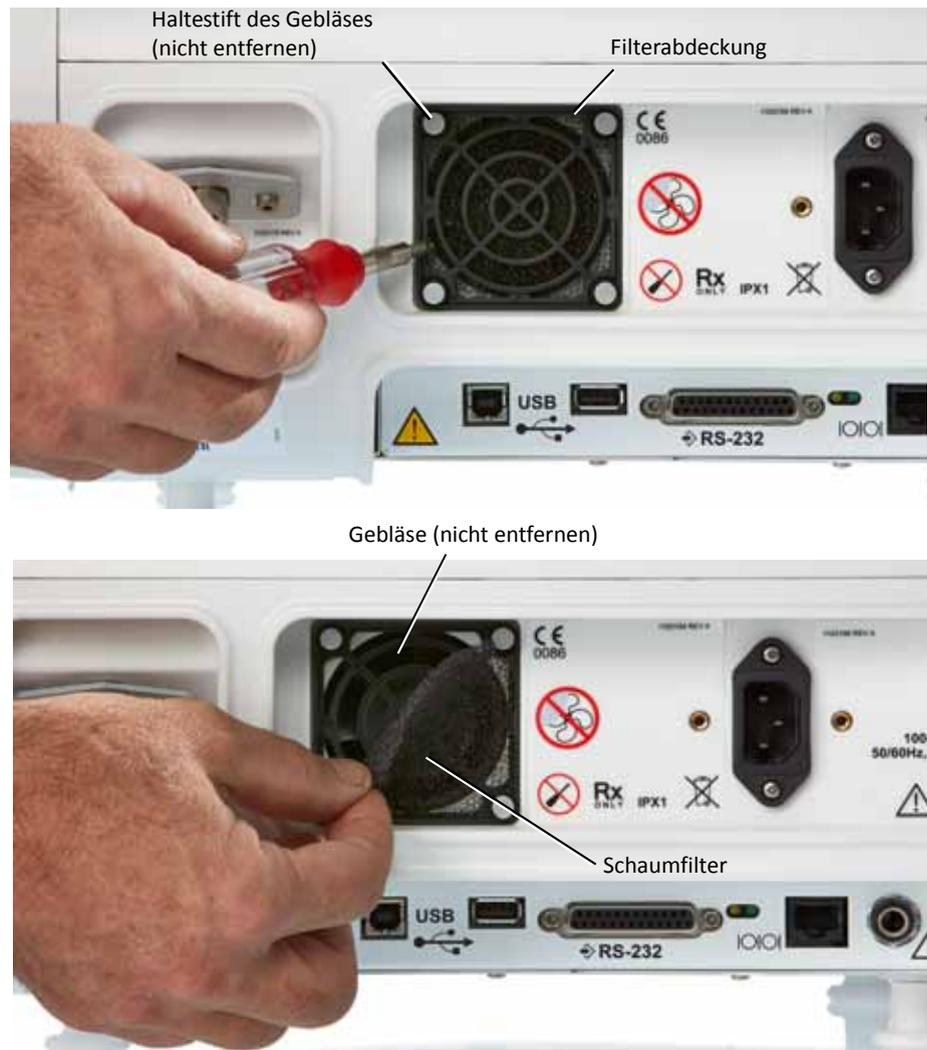

Abbildung 10-9: Ersetzen des Kühlgebläsefilters
Reinigen oder ersetzen Sie den Kühlgebläsefilter folgendermaßen (siehe Abbildung 10-9):
- 1 Setzen Sie die Spitze eines kleinen Schlitzschraubendrehers zwischen Schaumfilter und Abdeckung des Filters an (siehe Abbildung 10-9).